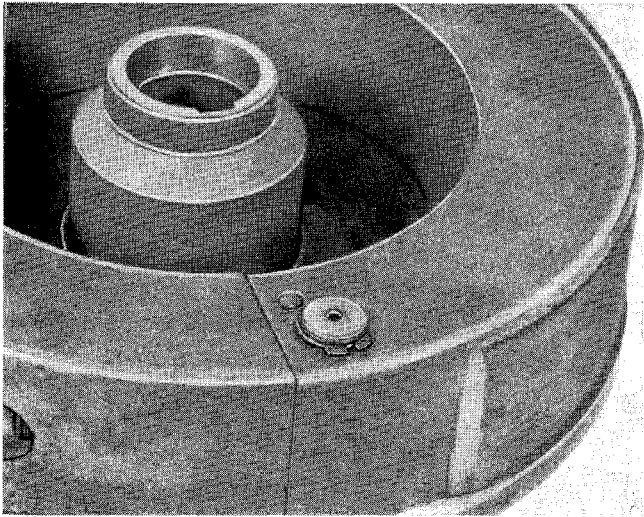

Abb. 5
- 06 Lösen der Sicherungsringe und Fliehkörperpaket abziehen (s. Abb. 5).